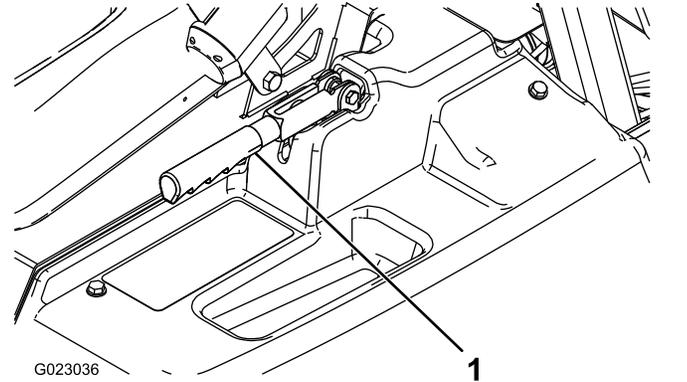

図 54
2. 調整ノブをブレーキレバーに固定している固定ねじをゆるめる 図 54。